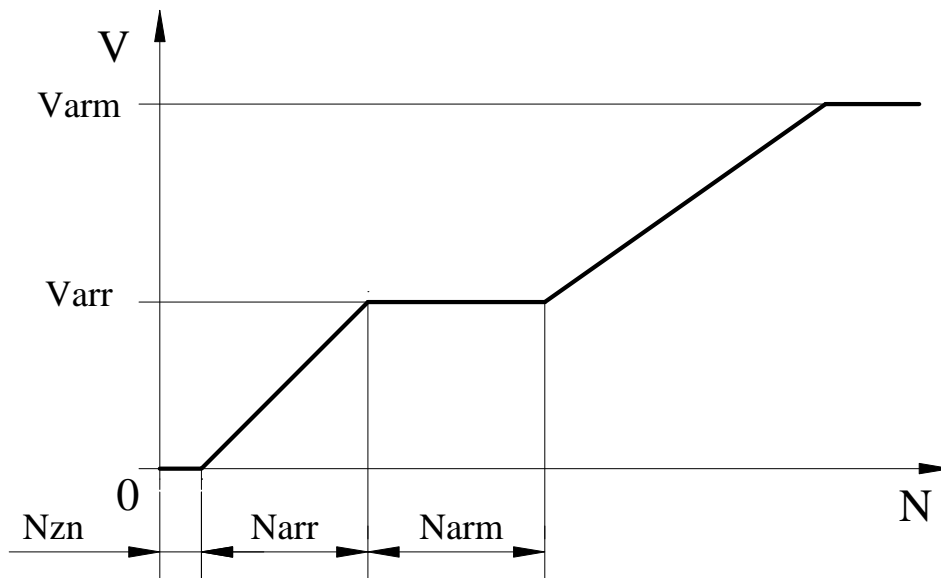

Рис.5. Скорости удержания в зависимости от модуля отклонения от точки удержания.
3.6.6.5. **Номер 4** – Varg (мм/сек) – малая скорость движения при удержании (арретировании) (**рис.5**).
3.6.6.6. **Номер 5** – Varm (мм/сек) – максимальная скорость движения при удержании (**рис.5**).
3.6.6.7. **Номер 6** – Narm (мм) – участок скорости движения при удержании, где  $V=Varg$  (**рис.5**).